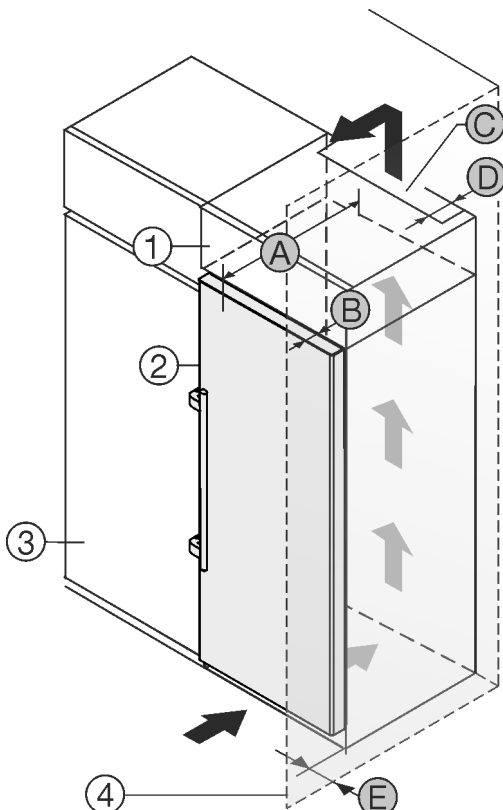

Fig. 2
Přístroj nainstalujte přímo vedle kuchyňské skříňky Fig. 2 (3)*.
Na zadní straně nástavné skříňky musí být větrací šachta hluboká Fig. 2 (D) přes celou šířku nástavné skříňky.*
Pod stropem místnosti musí být dodržen ventilační průřez Fig. 2 (C)*.
Když se přístroj instaluje závěsy vedle stěny Fig. 2 (4), musí být vzdálenost mezi přístrojem a stěnou minimálně 57 mm. To odpovídá přesahu madla při otevřených dvířkách.*
Aby bylo možné dvířka plně otevřít, musí přístroj přesahovat o hloubku dvířek Fig. 2 (B) vůči přední linii kuchyňské skříňky. V závislosti na hloubce kuchyňských skříněk Fig. 2 (3) a použití vymezovačů odstup od stěny může přístroj vyčnívat dále.*